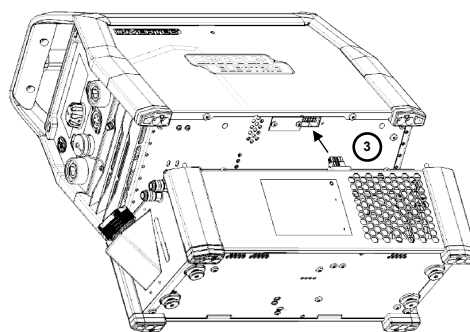

Рисунок 2
3. Поместите источник питания на охладитель и слегка наклоните его, чтобы подключить вилку системы охлаждения к источнику питания (Рисунок 2).